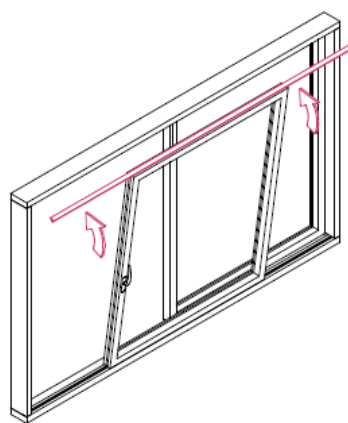

Рис. 9. Установка активной створки
10. Подготовить активную створку для установки в раму, для этого завести сбоку верхнюю направляющую в верхний паз профиля створки. Створку установить наклонно на нижнюю направляющую, по центру горизонтального профиля повернуть створку в вертикальное положение, закрепить верхнюю направляющую к профилю коробки саморезами. Рис. 9
11. Силами не менее двух человек установить стеклопакеты в глухую створку и активные створки на дистанционные подкладки. При установке с/п в активную створку, створка должна быть в закрытом положении. Схема установки подкладок указана на рис. 9. Установить штапики сначала короткие, затем длинные.